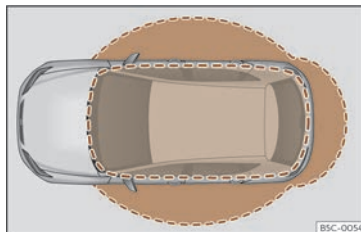

Fig. 75 Keyless Access: zonele de proximitate.
- Autovehiculul este descuiat la detectarea cheii cu telecomandă în apropiere >>> **fig. 75**. Toate semnalizatoarele clipesc de două ori.